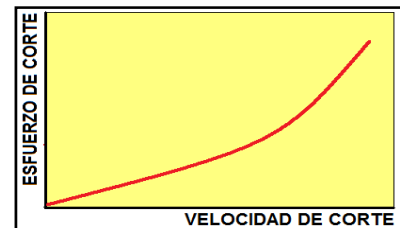

Figura A-9. Comportamiento de los fluidos dilatantes
**Fluidos dilatantes.** Estos fluidos presentan un comportamiento similar a los fluidos seudoplásticos, con la diferencia de que en los fluidos dilatantes el ritmo del incremento del esfuerzo cortante con la velocidad de corte se incrementa, figura A-9.